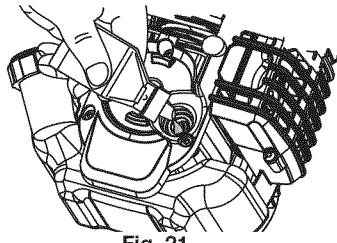
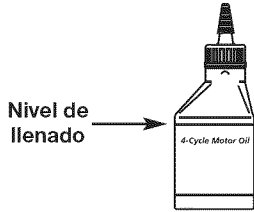

Fig. 21
Fig. 22
**NOTA:** Use la botella y la boquilla que guardó del uso inicial para medir la cantidad correcta. El nivel de 90 ml (3,04 onzas) está aproximadamente en la parte superior de la etiqueta de la botella (Fig. 22). Mida el nivel con la varilla de medición. Si el nivel está bajo, agregue una pequeña cantidad de aceite y vuelva a medir (Fig. 21). No lo llene demasiado.